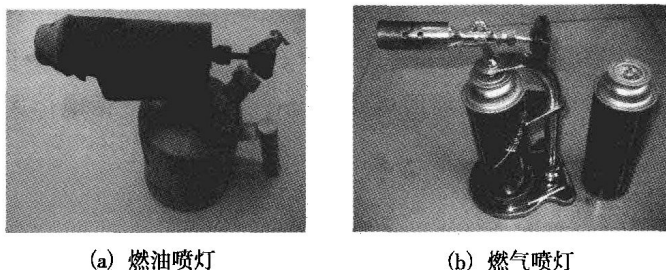

图1-14 喷灯
(1) 喷灯的结构。喷灯的结构如图 1-14 所示，按其使用燃料可分为煤油喷灯、汽油喷灯和燃气喷灯。